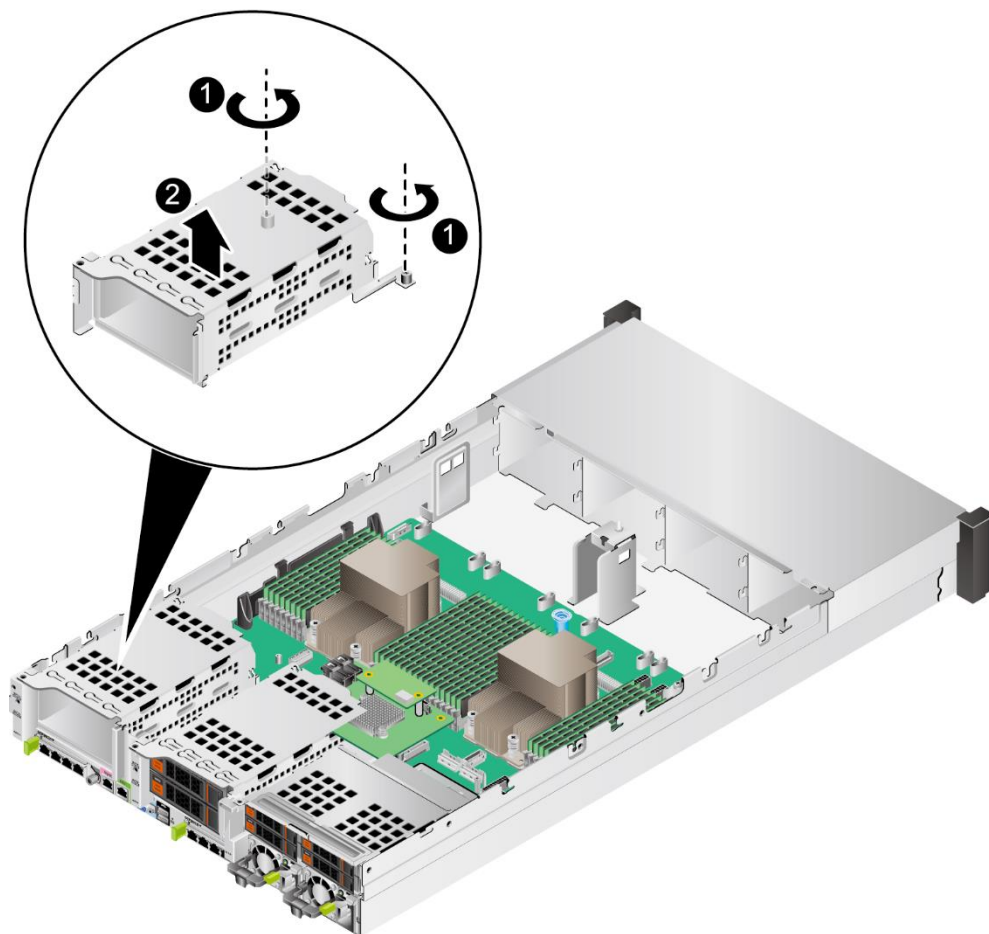

图 5-21 拆卸 2 盘后置硬盘模组
6. 拆卸灵活 IO 卡上方的硬盘模组（如图 5-21 所示）或 Riser 卡模组（具体操作请参见 3.12 拆卸 Riser 卡）。